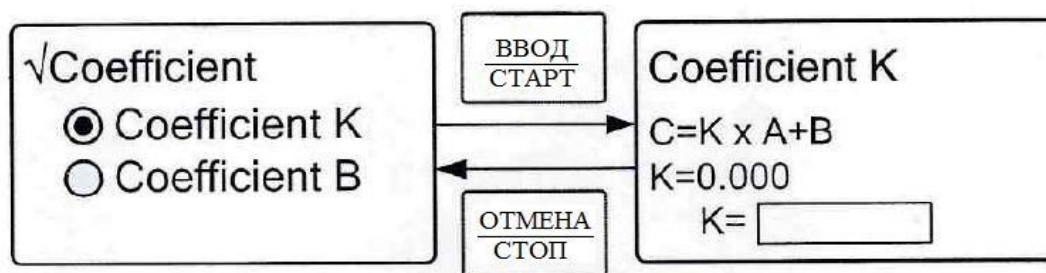

Рисунок 24. Меню ввода коэффициента “K”.
2.4.3.4. С помощью кнопок “▲” и “▼” выберите строку “Coefficient K” и нажмите кнопку “ВВОД/СТАРТ”. На дисплее появится меню для ввода значения коэффициента “K” (Рисунок 24). Курсор будет установлен на первом символе, после с помощью кнопок “▲” и “▼” можно установить знаки положительного или отрицательного значения коэффициента “+” или “-”, после выставления нужного значения в текущем разряде нажмите кнопку “▶”, после этого курсор перейдет к следующему разряду или кнопку “◀”, для возврата к предыдущему разряду. После подтверждения последнего разряда нажмите кнопку “ВВОД/СТАРТ”, спектрофотометр вернется в меню выбора коэффициента, проделайте аналогичные действия для установки коэффициента B (“Coefficient K”). После установки коэффициентов нажмите кнопку “ВВОД/СТАРТ”.